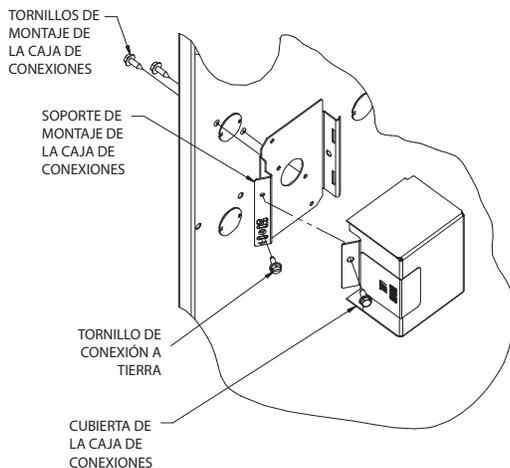

Fig. 34 – Instalación de la caja de conexiones (cuando se usa)
La cubierta de la caja de conexiones, el soporte de montaje y los tornillos se envían con el calefactor en la bolsa de piezas sueltas. Consulte la Fig. 34 para ver las ubicaciones de montaje de la caja de conexiones.
- Instale el soporte de montaje de la caja de conexiones en el interior de la carcasa del calefactor. Consulte la Fig. 34.
- Conecte el cable de conexión a tierra in situ y el que se suministra de fábrica al tornillo verde de conexión a tierra en el soporte de montaje de la caja de conexiones como se muestra en la Fig. 34.
- Conecte la cubierta de la caja de conexiones del calefactor al soporte de montaje con los tornillos que se encuentran en la bolsa de piezas sueltas. No prensione los cables entre la cubierta y el soporte. Consulte la Fig. 34.